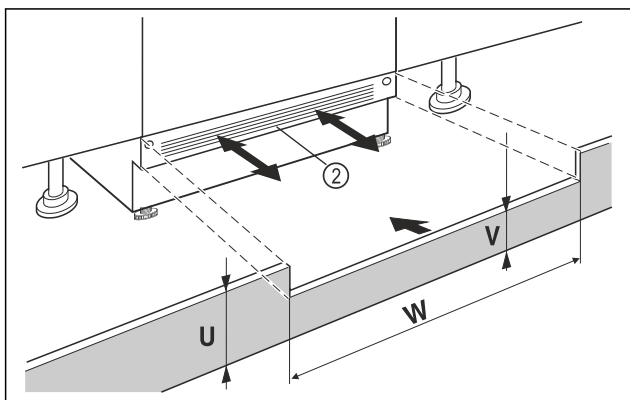

Fig. 39 Ilustrační zobrazení
- ▶ Nasadte krycí lištu spotřebiče Fig. 39 (2) ale ještě nepřipevňujte.
- ▶ U viditelné krycí lišty Fig. 39 (2) tuto lištu vytáhněte dopředu natolik, až jsou přední hrana větrací mřížky a nábytkové krycí lišty zarovnané.
- ▶ Při zakryté krycí liště Fig. 39 (2) tuto lištu zasuňte úplně dozadu.
- ▶ Dbejte a zcela volné větrací štěrby: V případě potřeby přiřízněte krycí lištu nábytku Fig. 39 (U) na potřebnou výšku!
- ▶ Podél šířky výklenku Fig. 39 (W) přizpůsobte výšku můstku Fig. 39 (V) pod krycí lištou spotřebiče Fig. 39 (2).